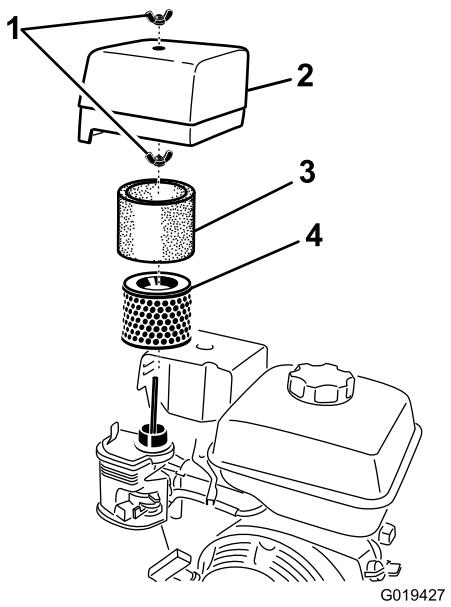

Figure 13
3. Retirez l'écrou de fixation du couvercle (Figure 13).
6. Déposez les éléments en mousse et papier de la base (Figure 13).
7. Sortez l'élément en mousse de l'élément en papier (Figure 13).